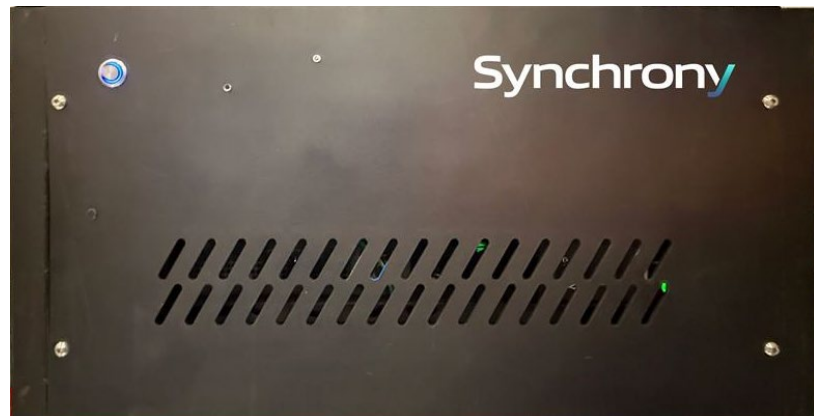

Abbildung 16. *Synchrony*-Frontabdeckung mit Ein-/Aus-Taste
- Schalten Sie das *Synchrony*-System ein, indem Sie den Netzschalter (**Abbildung 16**) an der Vorderseite drücken. Die blaue LED auf der Vorderseite leuchtet auf, woraufhin sich *Synchrony* einschaltet.
Schalten Sie das *Synchrony*-System ein, indem Sie den Netzschalter an der Vorderseite des Synchrony-Schranks drücken (**Abbildung 16**).
Legende für Abbildung 16